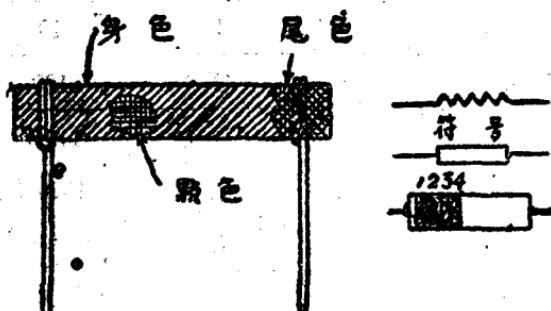

图6 炭质电阻器
1. 炭质的电阻器 如图6所示，是用炭粉，绝缘材料和结合剂混合后压制而成的。这种电阻器的优点是阻值高，体积
炭质电阻器的阻值一般用四位色标来表示。各种颜色和所代表的数字规定在下表内。第一位和第二位为数字，第三位为倍数，单位为欧姆，第四位为阻值的误差率。电阻器上常用的色标排列法是色圈法。如图6中的